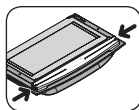
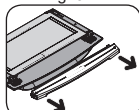

fig. 5.1
fig. 5.2
2. Pressione as travas laterais (fig. 5.1) e puxe o arremate da porta para frente (fig. 5.2), para liberar o vidro interno;